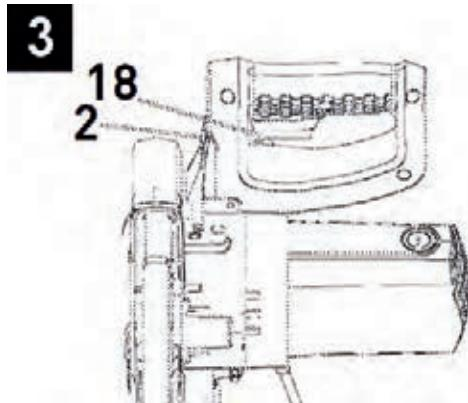

Рисунок 3
18. Клавиша переключателя «Вкл/Выкл» (выключателя) (рис. 3)
3.4.3 Включение изделия осуществляется нажатием клавиши (18, рисунок 3), а отключение – отпуском клавиши (18).